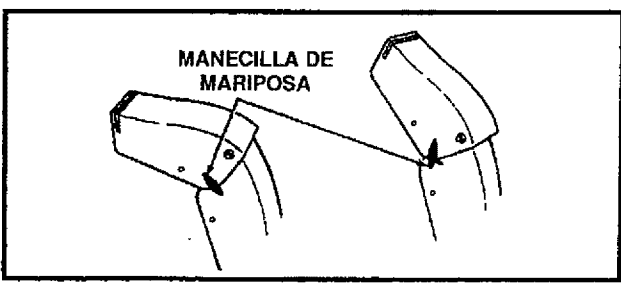

FIG. 2
- Afloje la manecilla de mariposa en el desviador del canal de descarga y mueva el desviador para establecer la distancia. Mueva el deflector hacia (ARRIBA) para mayor distancia, hacia (ABAJO) para una distancia menor. Luego apriete la manecilla de mariposa (FIG. 2).